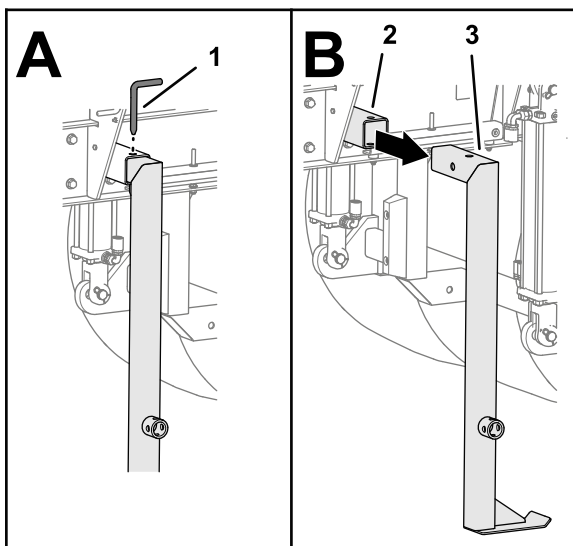

Bild 25
4. Entfernen Sie den Stift des Achsständers vom hinteren Achsständer und den Achsständer vom Ständerrohr (Bild 25).